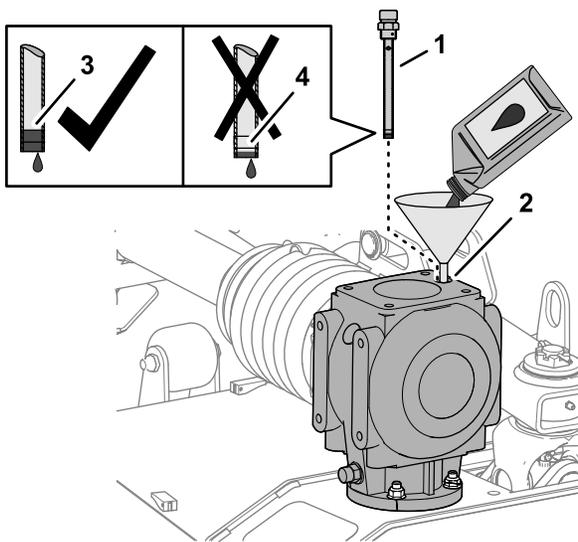

図 63
1. ディップスティックポートから所定のギアオイル 1.06 L を入れる 図 63。
2. ポートにディップスティックをねじ込んでから抜き取ってオイルの量を調べる 図 63。
4. 給油ポートにディップスティックをねじ込んで締め付ける 図 63。